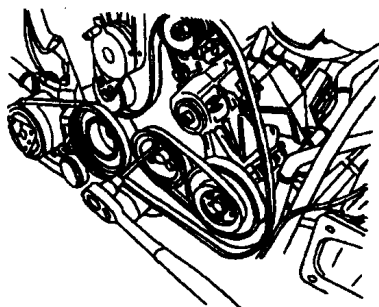

图 1-14
(14) 拆下水泵带轮, 取下水泵多楔带, 如图 1-14 所示。随后取下动力转向泵带轮, 把动力转向泵从支架上拧下, 但不拆卸与动力转向泵相连的管路。拧下空调压缩机, 但不拆卸与其相连的管路。然后拧下排气歧管与前排气管之间的连接螺栓, 拆下起动机, 松开发动机悬置固定螺栓。